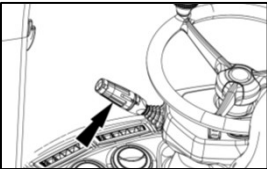

Fig. 3
3. Réglez le sélecteur de vitesse sur la position « D » (DRIVE – fig. 3). Cela permet de gérer toutes les plages de vitesses disponibles, permettant au système de décider automatiquement quand prioriser le couple pour une plus grande puissance de poussée et quand prioriser la vitesse de course. Tout cela se produit sans les « amortisseurs de changement de vitesse » typiques des transmissions Powershift conventionnelles.